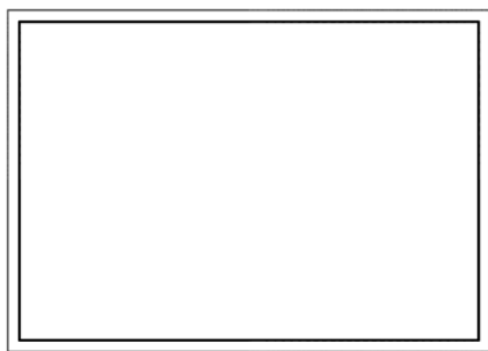

图 9-29 已有的 A3 图框线图形
❶ 打开“插入块演练.dwg”文件，该文件中已有的 A3 图框线图形如图 9-29 所示。